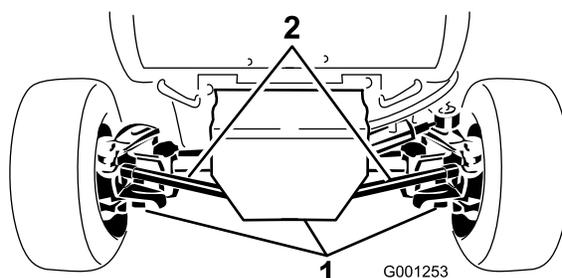

図 53
2. ドレン・プラグ (図 53; 左右端に1個と中央に1個、全部で3個ある) の周辺をきれいに拭く。